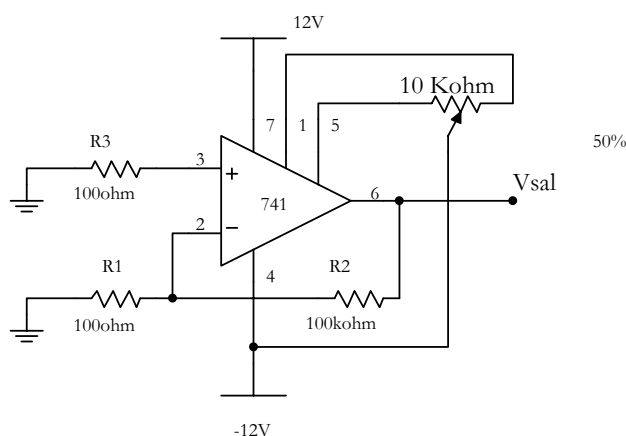

Figura 4
- 2.5. Incorporar al circuito una corrección de offset como la mostrada en la Figura 4.